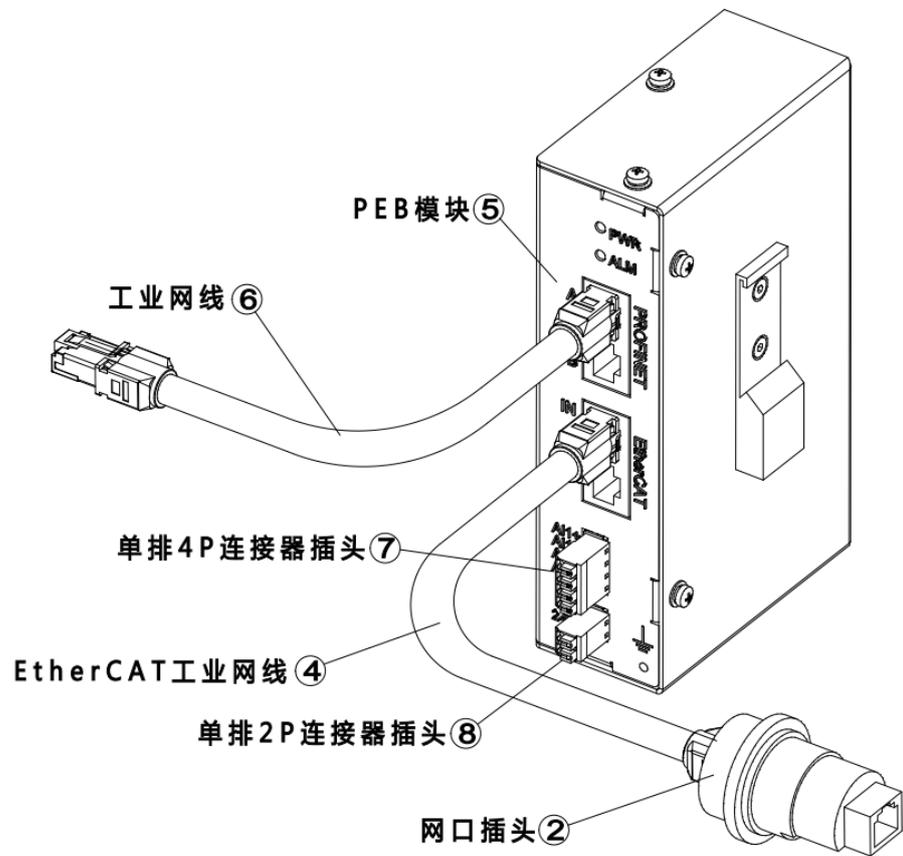

图 16-11 连接 PEB 模块接口示意图
步骤4. 将④EtherCat 工业网线一端接在柜体的网口插上，另一端接在⑤PEB 模块的 EtherCAT/IN 接口上；将⑥工业网线一端接在⑤PEB 模块的 PROFINET/A 接口上，另一端接在用户自己的 PLC 模块上，参考图 16-11。